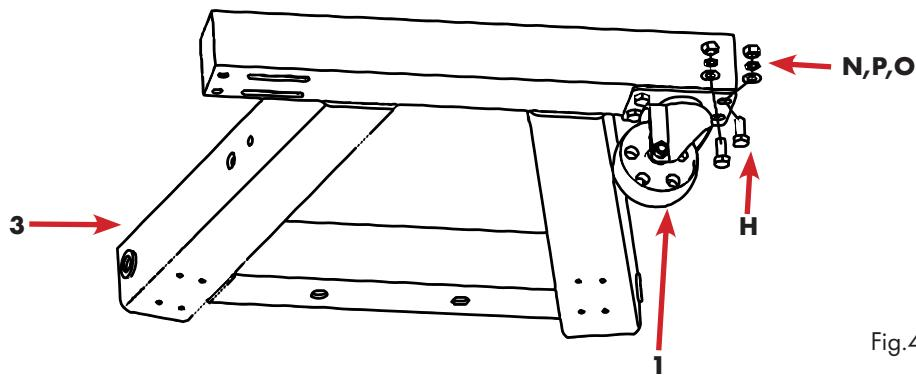

Fig.4
- Fije los rodillos grandes de 3,5" y 3" al soporte de πcon tornillos, arandelas, anillos de resorte y tuercas sin apretar las tuercas, Fig. 4.
- Para ello, deslice los rodillos de 3,5" en los orificios largos de la barra transversal del soporte π, fig.4